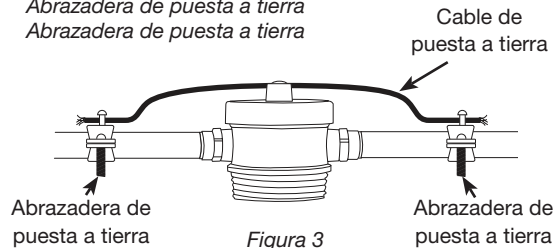

Figura 3
5. Instale el juego de puesta a tierra de Whirlpool WHKF-GRND (el cual se vende por separado), en los sistemas de tuberías metálicas de agua (ver Figura 3).